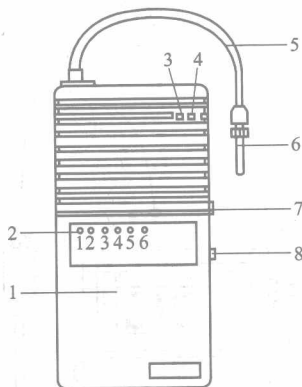

图 1-6 电子检漏仪
(2) 电子检漏仪 虽然卤素检漏灯灵敏度较高,但对微漏情况也难以检出,此时可以采用电子检漏仪检漏。电子检漏仪是一种精密的检漏仪器,灵敏度可达 5g/年以下,灵敏度高的电子检漏仪可检漏出 0.5g/年左右的氟里昂的泄漏量。电子检漏仪由传感器探头、电源开关、软管、仪器壳体等组成,如图 1-6 所示。它是根据六氟化硫等负电性物质对负电晕放电有抑制作用这一原理制成的。当氟里昂气体进入具有特殊结构的电晕放电探头时,就会改变放电特性,使电晕电流变化,经仪器内的电子电路将电晕电流的变化放大变换后以光信号和音响的方式表达出来。